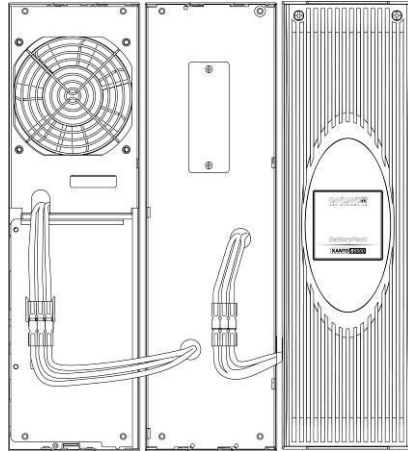

Abbildung 5: XANTO S 6000 mit BP, Tower (Frontansicht)
6. Stecken Sie das Kabel des Batteripaketes in den Batterieanschluss der USV-Anlage (siehe Abbildung 5). Bis zu vier Batteriepakete können an die USV-Anlage angeschlossen werden.